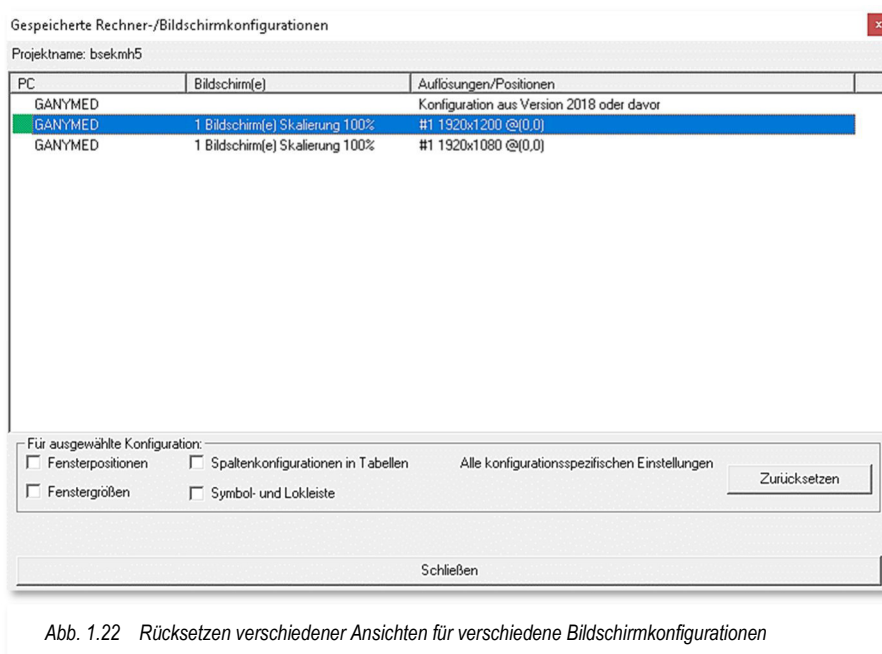

Abb. 1.22 Rücksetzen verschiedener Ansichten für verschiedene Bildschirmkonfigurationen
**Win-Digipet** merkt sich hierbei verschiedene Bildschirmkonfigurationen. Diese lassen sich wie in Abb. 1.22 dargestellt in einer Tabelle einzeln anwählen und für die gewählte Konfiguration detailliert zurücksetzen.